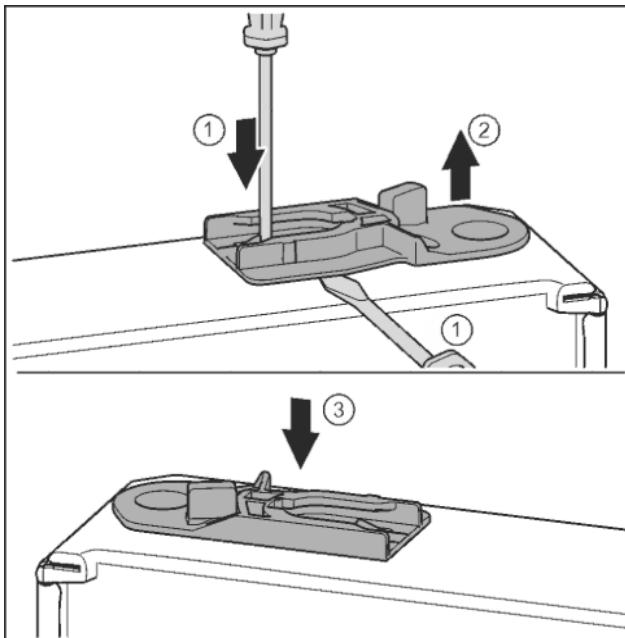

Fig. 33
- ▶ Извлечь направляющее гнездо: нажать накладку шлицевой отверткой и одновременно переместить ее шлицевой отверткой под направляющее гнездо. Fig. 33 (1, 2)
- ▶ Прилагаемое при поставке направляющее гнездоставить на другой стороне корпуса. Fig. 33 (3)